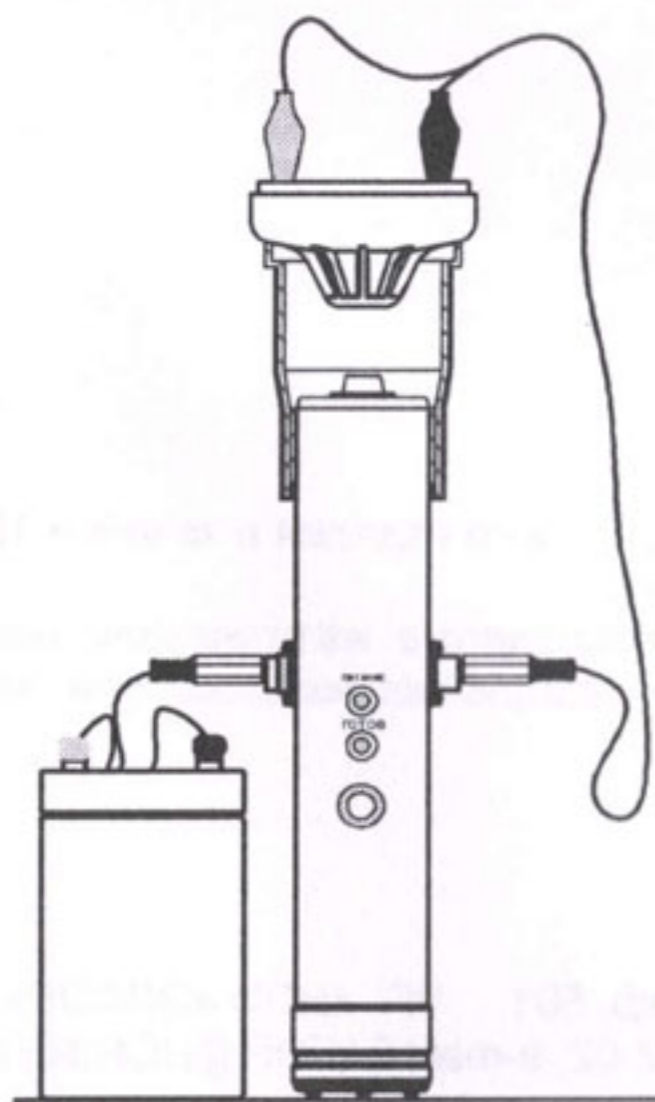

Рисунок 4
**Для выполнения входного функционального контроля (предмонтажная проверка) извещателей максимального действия** выполнить пункты 1...5 раздела 4.9. Подключить извещатель к прибору с помощью шнура, поставляемого с прибором (штекер - два зажима типа «крокодил», красный «+», черный «-») соблюдая полярность для извещателей типа Бриз-11, ТПТ-2, ТПТ-3, и аналогичных им. Поместить проверяемый извещатель в колпак прибора (рис. 4). Нажав кнопку управления, подать команду «ПУСК», на индикаторе «ГОТОВ» установится 6-й вид индикации. По истечении определенного времени (определяется типом извещателя) при срабатывании извещателя прибор выдаст звуковое оповещение и на индикаторе «ГОТОВ» установится 8-й вид индикации.